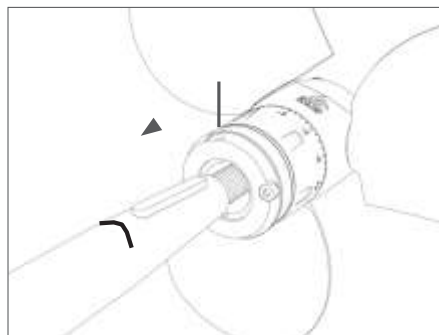

FIG. 13 Innestare l'elica sull'asse con la chiavetta
- Innestare il gruppo elica completo sull'asse porta-elica (**Fig. 13**) e tenerlo in posizione prima del fissaggio.